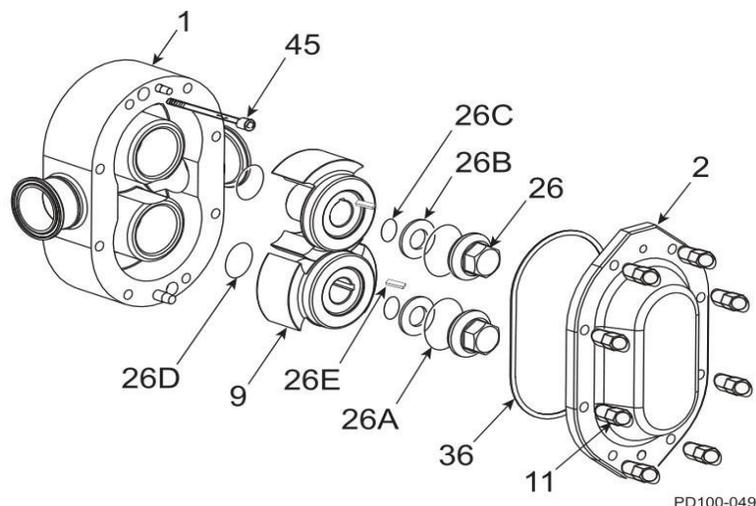
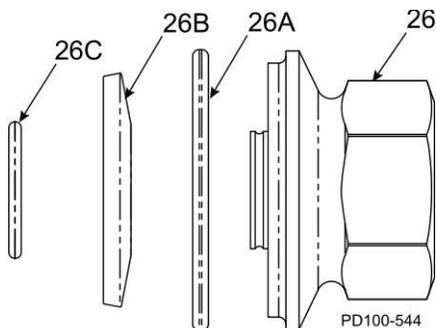
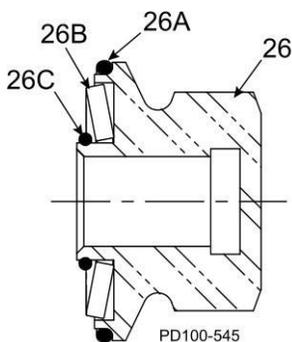

Figure 70 - Vue éclatée de la tête de pompe
Figure 71 - Ensemble écrou de rotor
Figure 72 - Vue en coupe de l'ensemble écrou de rotor, tel qu'assemblé
2. Installez le corps (figure 70, élément 1) sur le carter d'engrenages, en alignant le corps sur les goujons du corps. Évitez d'endommager les garnitures lorsque le corps est tiré sur les arbres.
3. Fixez le corps au carter d'engrenages à l'aide de deux vis à tête (figure 70, élément 45).
1. Lubrifiez le joint torique du moyeu de rotor (figure 70, élément 26D) à l'aide d'un composé lubrifiant compatible avec le matériau du joint torique et le(s) fluide(s) de traitement.
REMARQUE : Pour plus de détails sur l'ensemble écrou du rotor, y compris l'orientation de la rondelle de type Belleville (élément 26B), voir la Figure 71 et la Figure 72 à la page 50.
Voir la figure 70 à la page 49, ainsi que la figure 71 et la figure 72 sur cette page.
1. Nettoyez le joint torique du couvercle (voir Figure 70 à la page 49, élément 36) et installez-le dans la gorge du couvercle.
3. Installez le couvercle (voir figure 70 à la page 49, élément 2) sur le corps de pompe.
5. Serrez fermement le couvercle à l'aide des écrous du couvercle (voir figure 70 à la page 49, élément 11) et du tableau 12.